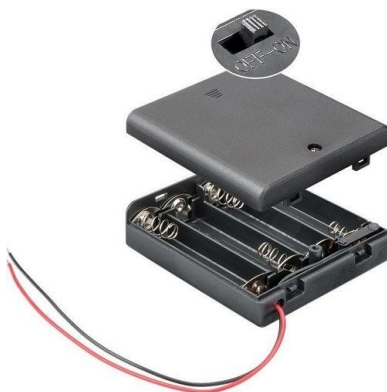

Figura 3. Porta-piles a utilitzar en el nostre disseny.
- B.1. Assumiu que fem servir com a font d'alimentació a VBAT 4x bateries tipus LR6 AA de 1.5V instal·lades en un porta-piles el de la **figura 3**.